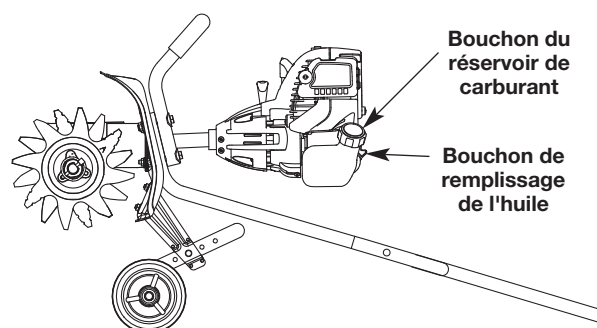

Fig. 5
3. **Réglez l'appareil sur une surface plane.** Inclinez l'unité vers l'arrière de sorte que les poignées touchent le sol et que le moteur se trouve dans une position horizontale (Fig. 5).